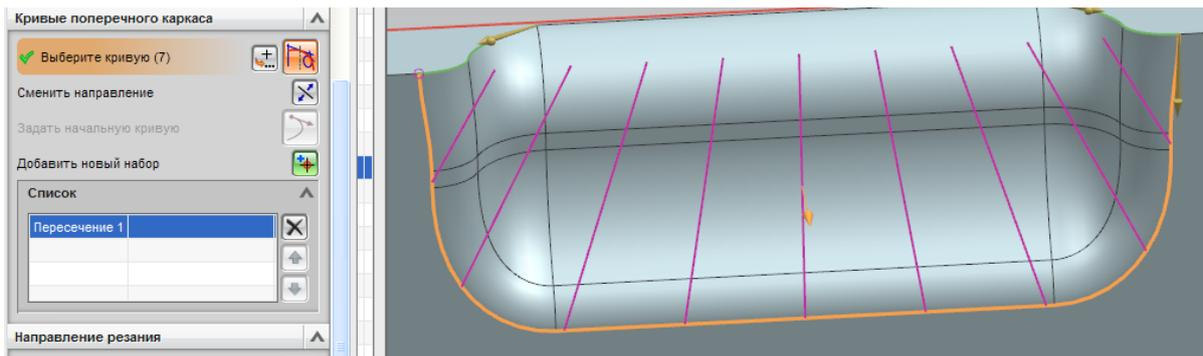

Рис. 2.65. Выбор нижнего ребра кармана
- выберите нижнее ребро кармана и нажмите **Добавить новый набор**  (см. рис. 2.65);